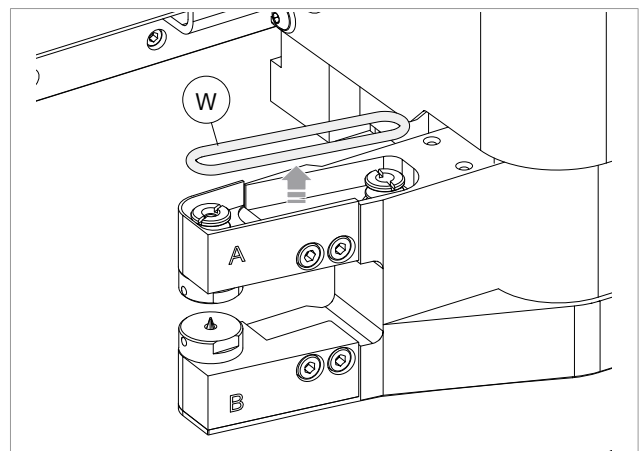

Fig. 149
- 2) Open het veiligheidsscherm (C).
- 4) Draai de 3 schroeven (T3) volledig los en verwijder het deksel (T4) voor toegang tot de riem (W).
- 5) Verwijder de versleten of defecte riem (Fig. 149).